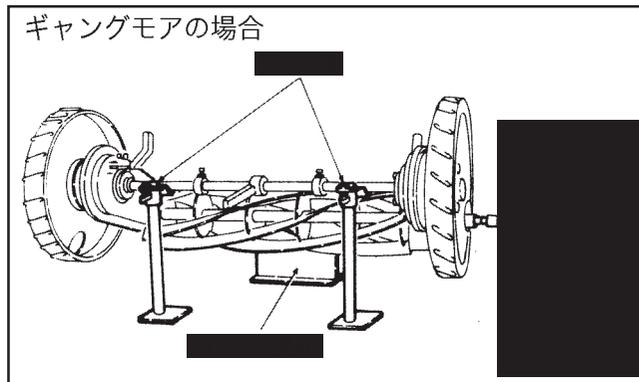

図3
- ①付属品のローラー受け及びジャッキを用いて芝刈機のリール軸が地面と水平になるようにセットしてください。(図3、4参照)
- ②本機のレバーハンドルをゆるめ、伝動軸を芝刈機のリール軸と同じ高さに調節し、レバーハンドルをしっかり締めます。
- ③接続金具が作業中に外れないように芝刈機と本機の間隔に注意して確実に連結してください。